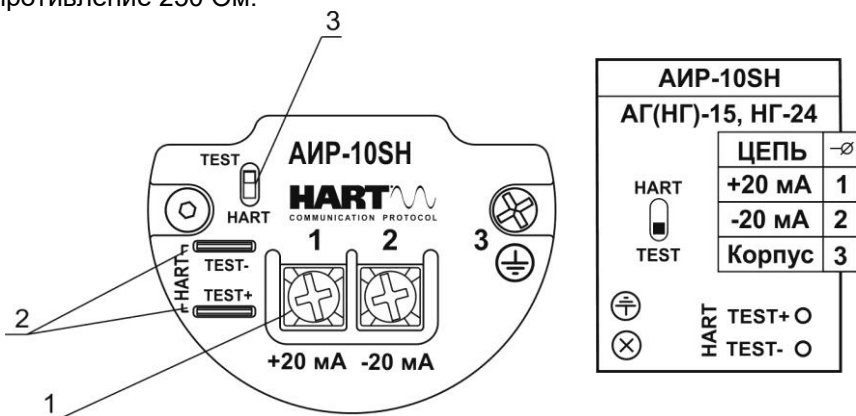

Рисунок 2.5 - Внешний вид коммутационной платы и функциональное расположение контактов АИР-10SH в корпусах АГ-15И, НГ-15И, АГ-15, НГ-15
2.4.5.1.1 Под задней крышкой на задней панели АИР-10SH (корпуса АГ-15И, НГ-15И, АГ-15, НГ-15) расположены (см. рисунок 2.5):